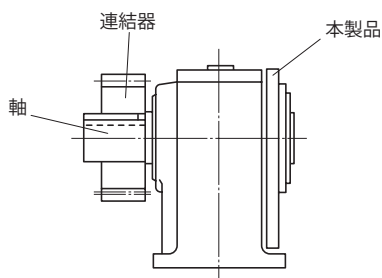
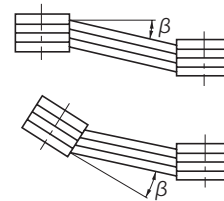

図 5-7
図 5-8
(2) チェーン・スプロケット、ギヤを使用する場合
- スプロケットやギヤの荷重作用点が、軸中央より本製品側へくるようにしてください。(図 5-7 参照)
(3) Vベルトを使用する場合
- 両プーリ間の平行度、偏心度 β は 20° 以内としてください。(図 5-8 参照)